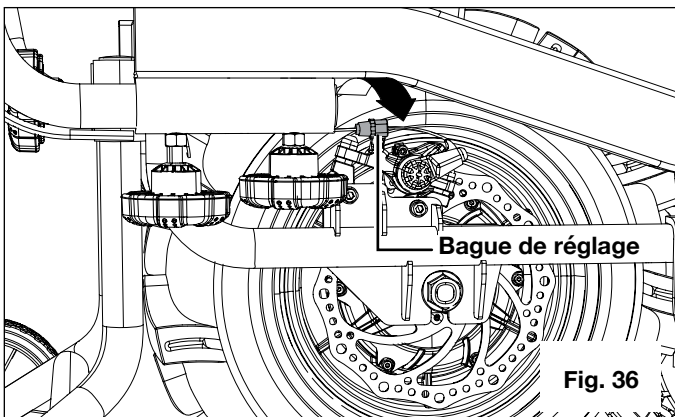

Fig. 36
10. Serrez la bague de réglage près de la roue centrale en la tournant dans le sens horaire (Fig. 36)